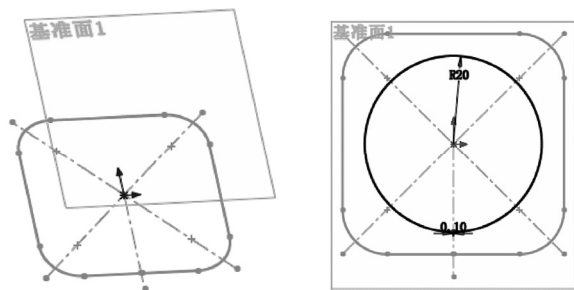
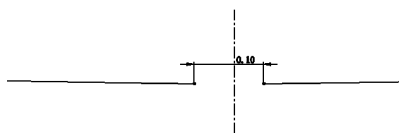

图 10-38 生成基准面
图 10-39 绘制开环的圆草图
3) 绘制第 2 个草图。单击“特征”控制面板“参考几何体”下拉列表中的（基准面）按钮，弹出“基准面”属性管理器，在属性管理器“选择参考实体”列表框中选择“上视基准面”，输入距离值“40”，生成与上视基准面平行的基准面，如图 10-38 所示。使用上述相似的操作方法，在圆草图上绘制一个 0.1 宽的缺口，使圆草图为开环，如图 10-39 所示，然后单击（退出草图）按钮。